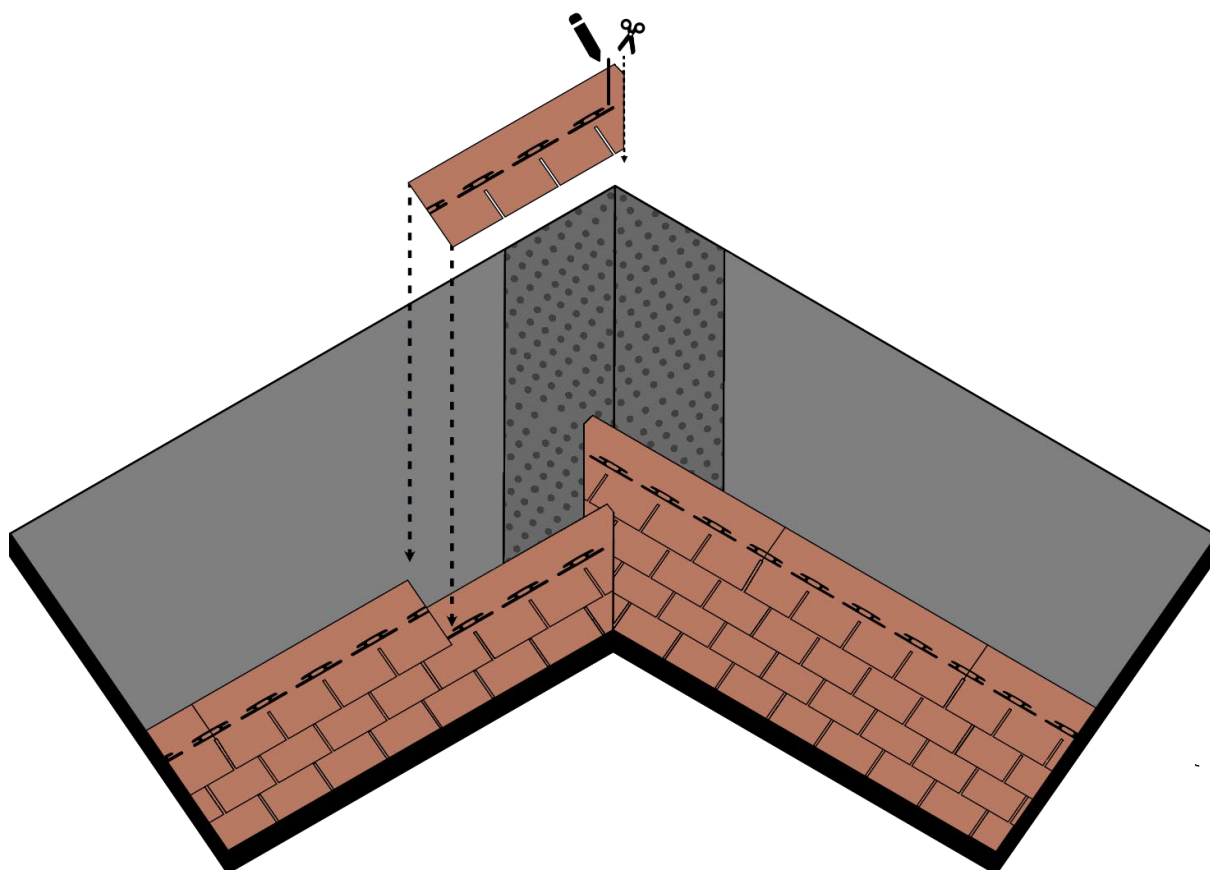

**Fig. 19** - Installazione elementi colmo a fiamma
- Applicare sul colmo una fascia di membrana bituminosa Safety EPP a fiamma - Fig. 19.
- Procedere con la posa degli altri elementi colmo in sequenza, lasciando una parte esposta di 14,5cm tra un elemento e quello successivo, vedi Fig. 19.